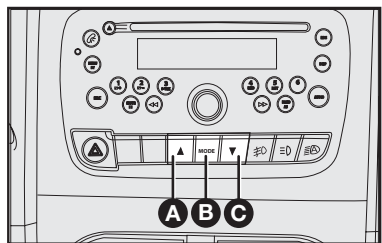

fig. 52
**A-fig. 52** – Botão de seleção “para cima” ▲.
**B-fig. 52** – MODE.
**C-fig. 52** – Botão de seleção “para baixo” ▼.